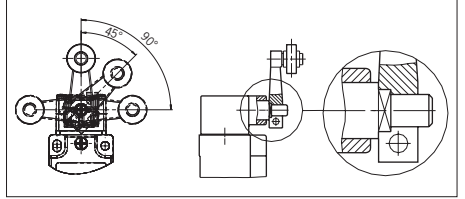

Bild 2: Vertikale Umsetzbarkeit Betätiger
- ▶ Der Betätiger (Schwenkhebel) muss formschlüssig auf der Antriebswelle befestigt werden. Die Vielkante an Betätiger und Antriebswelle müssen ineinander greifen (siehe Bild 2).